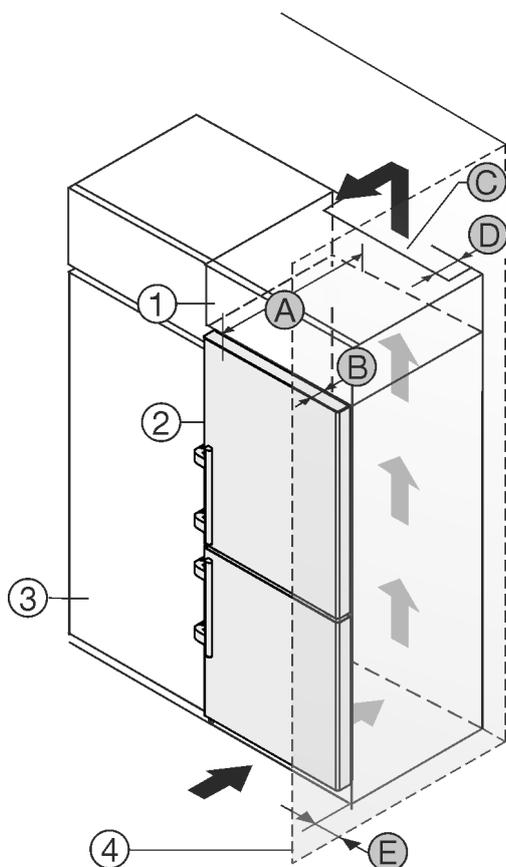

Fig. 50
Das Gerät kann mit Küchenschränken umbaut werden. Um das Gerät Fig. 50 (2) der Küchenzeilenhöhe anzugleichen, kann über dem Gerät ein Aufsatzschrank Fig. 50 (1) angebracht werden.
Das Gerät kann direkt neben dem Küchenschrank Fig. 50 (3) aufgestellt werden. Um die Tür vollständig öffnen zu können, muss das Gerät um die Tiefe Fig. 50 (B) gegenüber der Küchenschrankfront vorstehen. Abhängig von der Tiefe der Küchenschränke und Verwendung von Wandabstandhaltern kann das Gerät weiter herausragen.
- An der Rückseite des Aufsatzschrankes muss ein Abluftschacht mit der Tiefe Fig. 50 (D) über die gesamte Aufsatzschrankbreite vorhanden sein.
- Unter der Raumdecke muss der Entlüftungsquerschnitt Fig. 50 (C) eingehalten werden.
Wenn das Gerät mit den Scharnieren neben einer Wand Fig. 50 (4) aufgestellt wird, muss der Abstand Fig. 50 (E) zwischen Gerät und Wand eingehalten werden. Dies entspricht dem Griffüberstand bei geöffneter Tür.